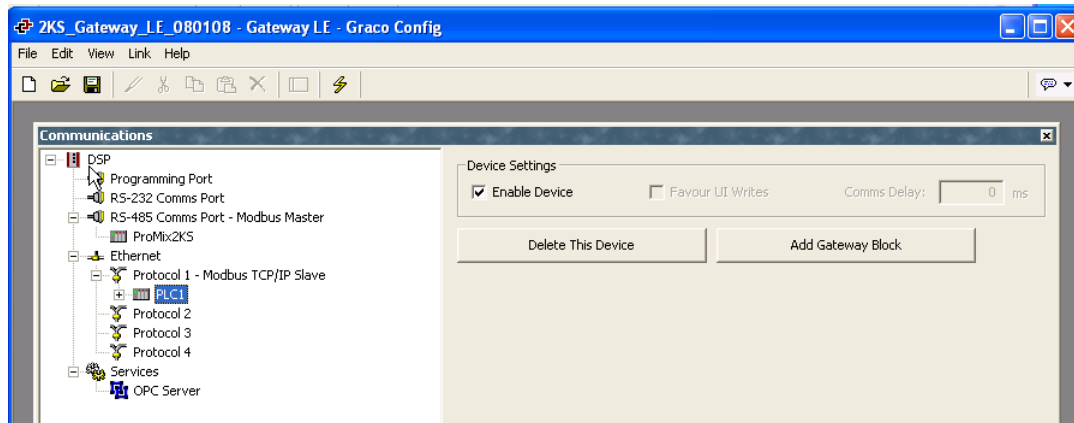

FIG.20: Assegnazione del nome a PLC1
3. Vedere la FIG.20. Fare clic con il pulsante destro del mouse sul dispositivo PLC1, per assegnargli un nome significativo per il proprio sistema.